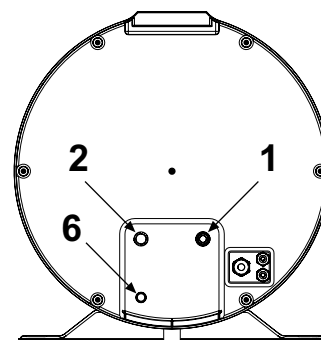

fig. 54
- Ligue a linha de alimentação de água fria e a linha de saída nos pontos de ligação específicos (fig. 54).